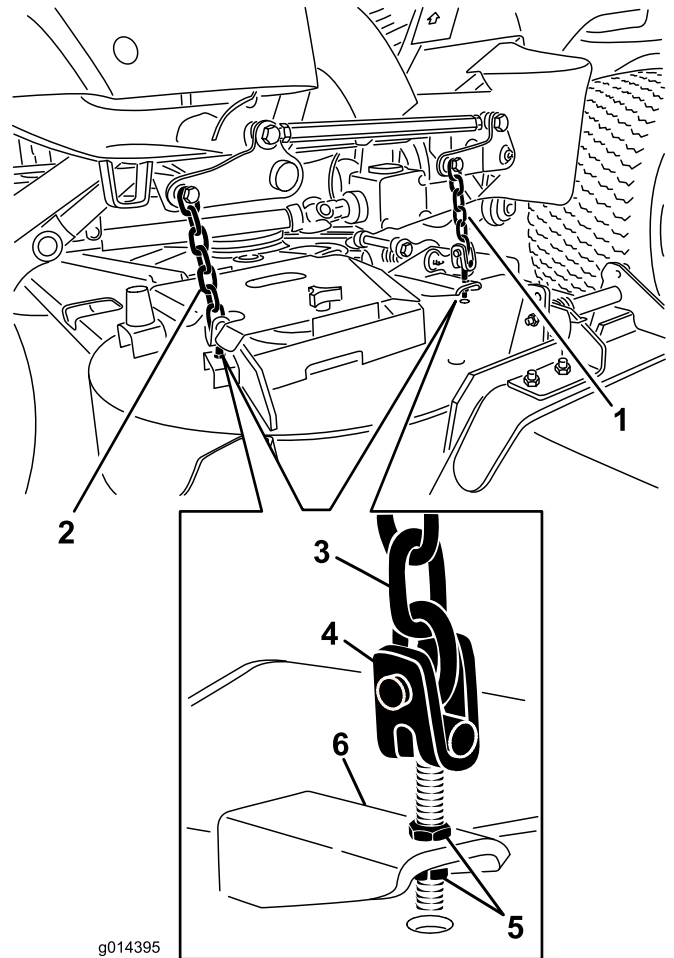

図 70
- デッキのヨーク/チェーンをデッキに固定しているジャムナットを調整してデッキを水平にする図 70。
7. ブレードのピッチが 8 mm になるように、後のヨーク/チェーンを固定しているジャムナットで刈り込みデッキ後部の高さを調整する図 70。